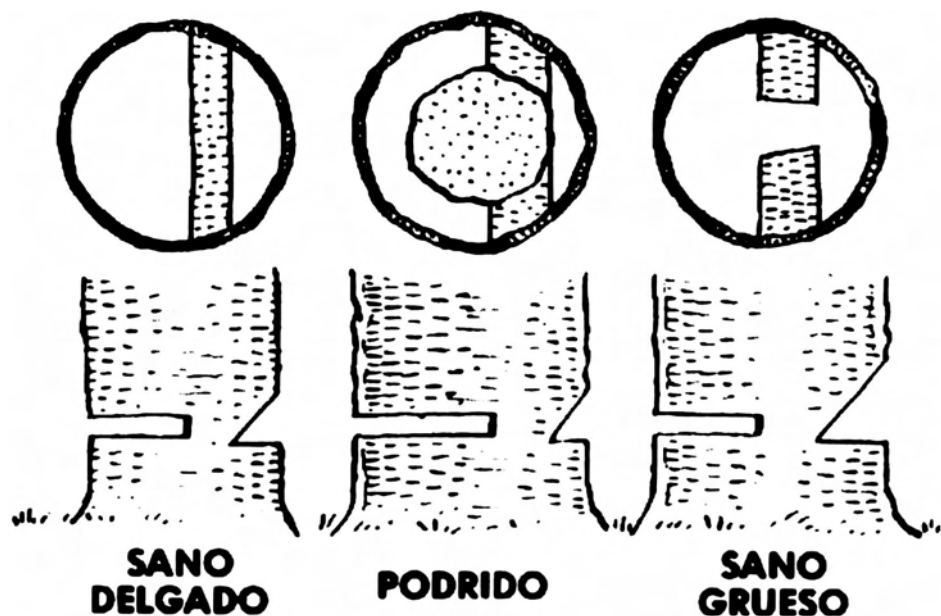

FIG. 060
- Impide que el árbol caiga hacia los lados. **FIG. 060**